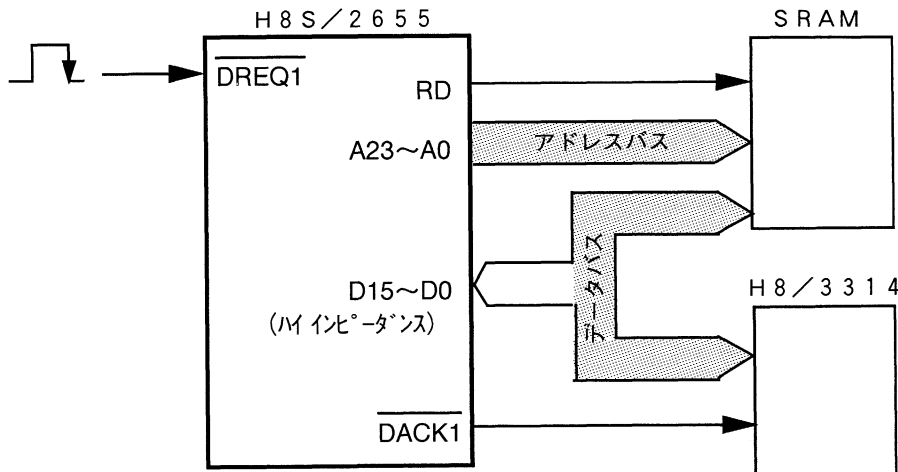

図1 シングルアドレスモードのデータバス
- (1) 図1に示すように、DMACのシングルアドレスモードを使用し、転送元または転送先のいずれか一方がアドレスによって指定される外部空間と、アドレスにかかわらず、DACKストロープにより選択動作する外部デバイスとの転送を行います。
- (2) DMACの起動は、外部信号の立ち上がりエッジ検出により起動します。